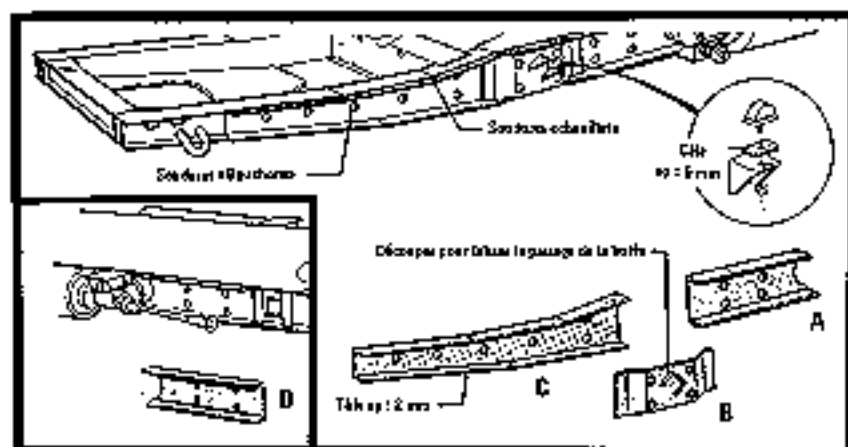

FIGURE 10
- Renforcer la plateforme (Fig. 10).